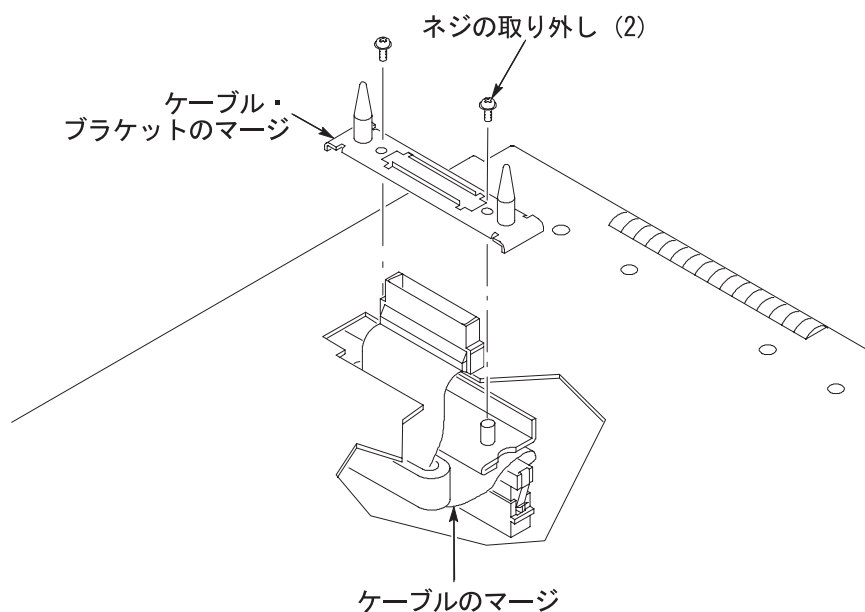

図 22 : マージ・ケーブルをカバーに通す
9. マージ・ケーブルをカバーの孔に通しながら、カバーを元の位置に戻します (図 22 を参照)。